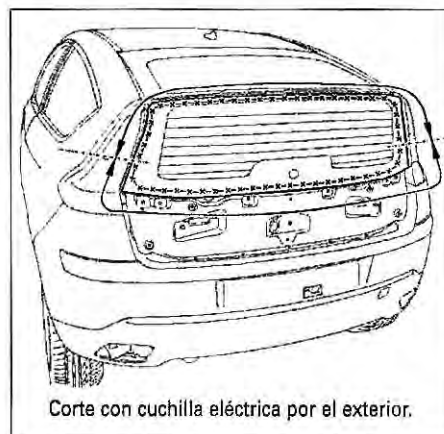

FIG. 87
- Cortar el cordón de cola de la luneta vertical (fig. 87 o 88).